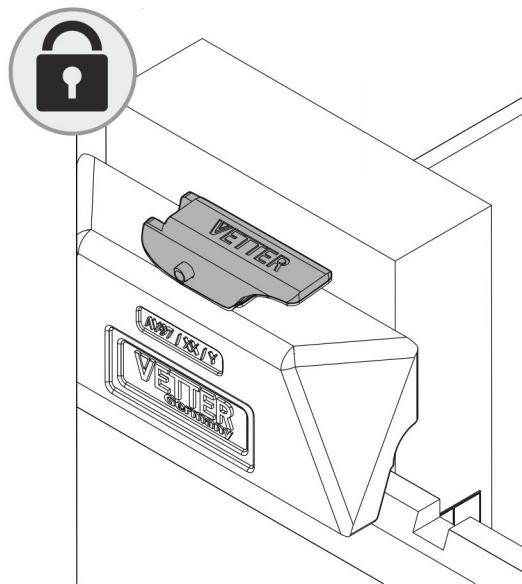

Abb. 15: Arretierung geschlossen
5. ➔ ManuTel® SlimLine durch Schließen des Arretierungshebels innerhalb der Arretierungsnut verriegeln (Abb. 15).